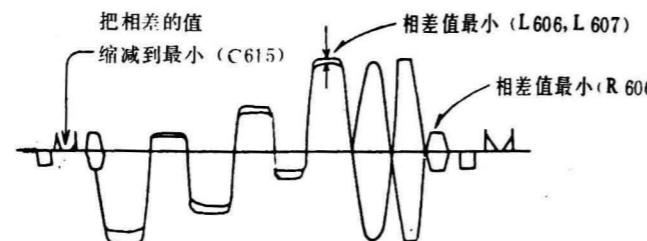

图15
- 调节电容器 C 615, 使得到如图15所示波形。
- 调节 L 606、L 607 和 R 606 使得到的波形如图15所示。